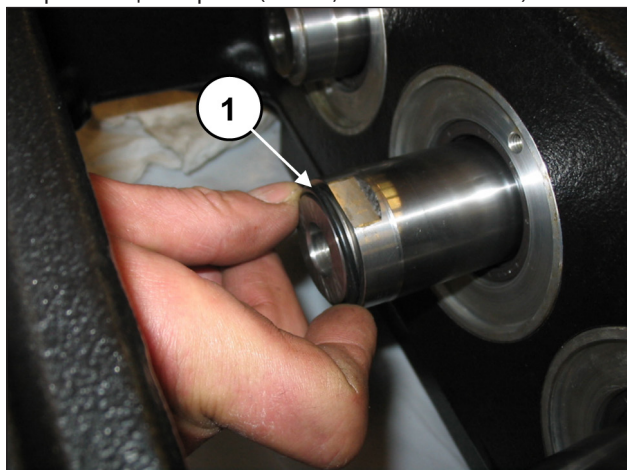
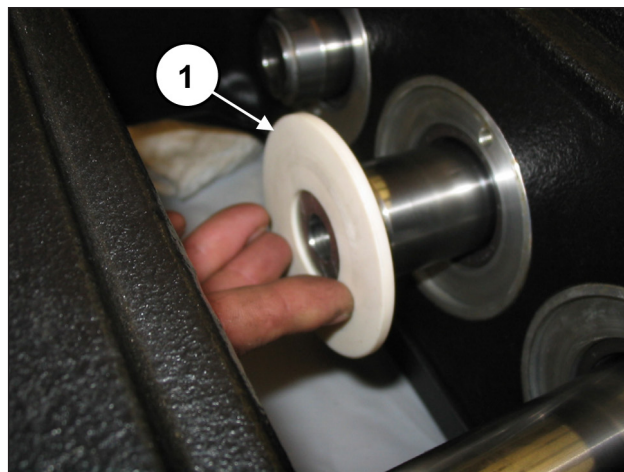

Рис. 99
Рис. 100
Откалибруйте винты динамометрическим ключом, как указано в разделе 3. Поместите брызговик вместе с уплотнительным кольцом круглого сечения на свое посадочное место на направляющей поршня (поз. ①, Рис. 99 и Рис. 100).